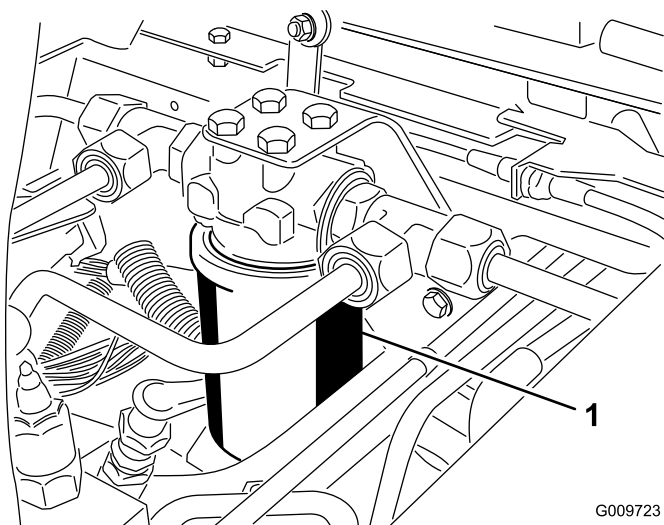
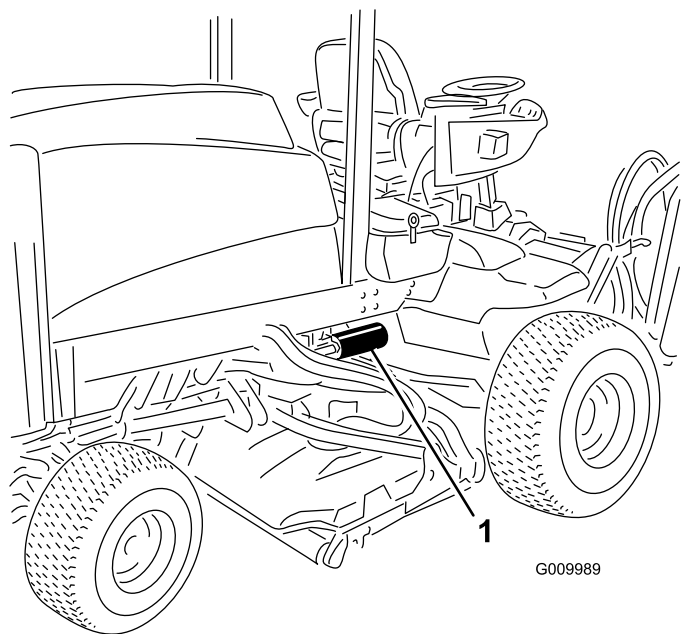

図 49
図 50
2. フィルタ容器の周辺をウェスできれいにぬぐう。フィルタ図 49 と図 50 の取り付け部周辺をきれいにふき、下に廃油受けを用意し、フィルタを外す。